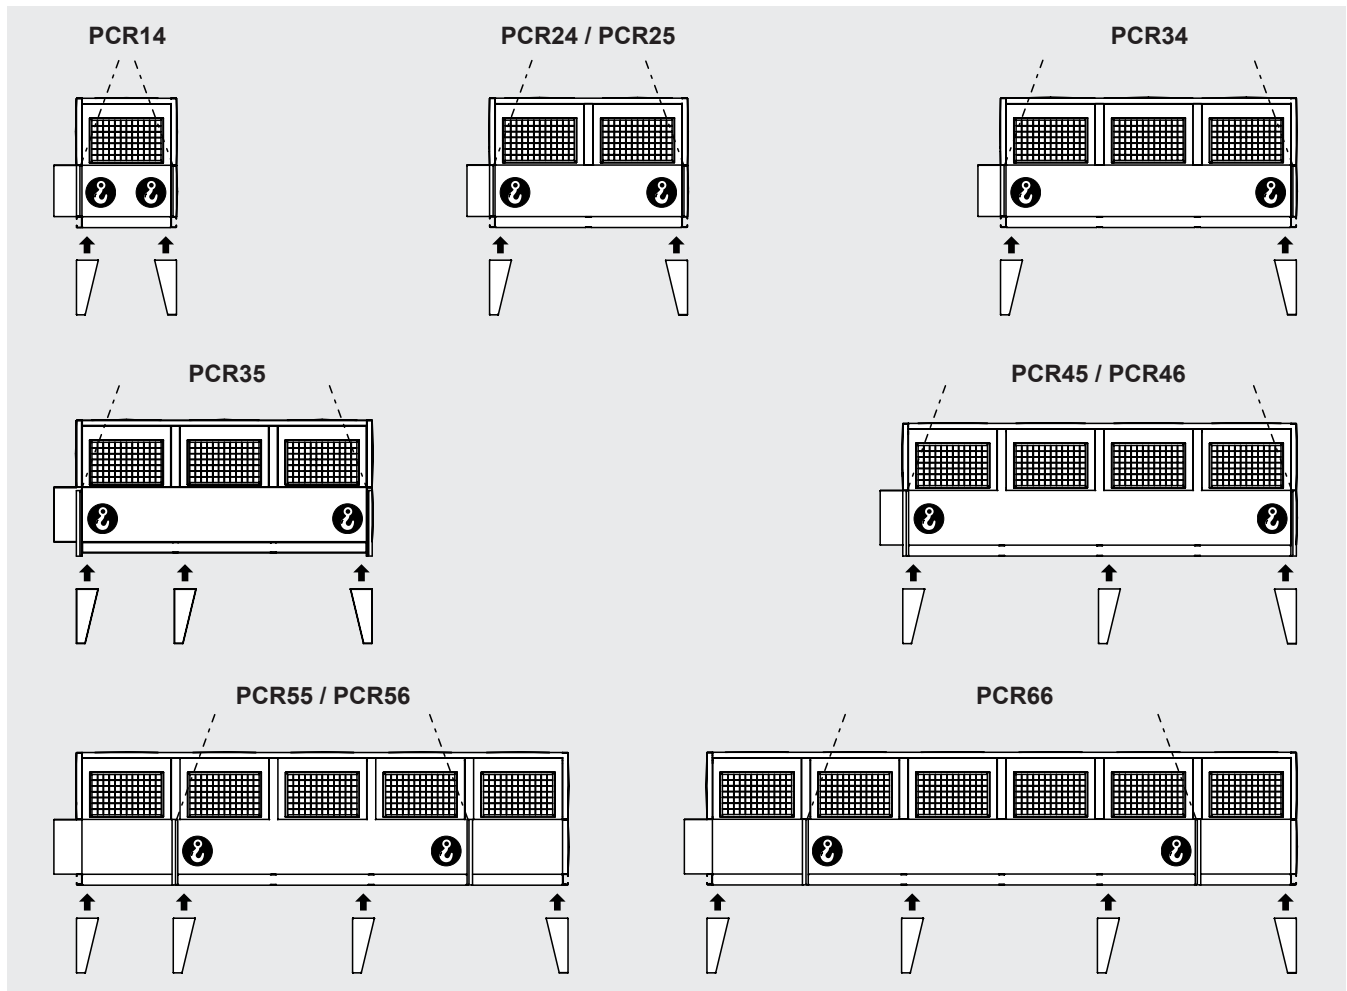

Abbildung 5
5.11.7 Die Anzahl der Stützhalterungen variiert je nach Modell. Im Falle von Sondermodellen siehe mit dem Modell mitgelieferte Dokumentation. Siehe Tabelle 1 und Abbildung 5.